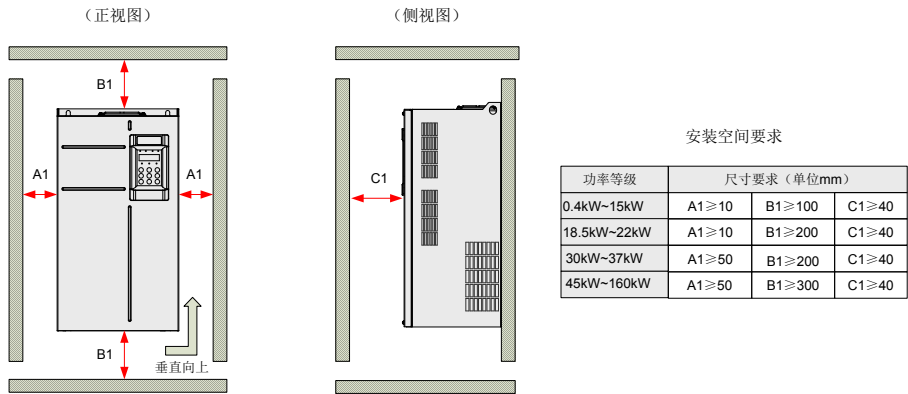

图 3-2 单台机器 (MD290T0.4G/0.7P-MD290T160G/200P) 安装空间
- 安装空间要求如图 3-2 所示，需保证变频器有足够的散热空间，预留空间时请考虑柜内其它器件的散热情况；